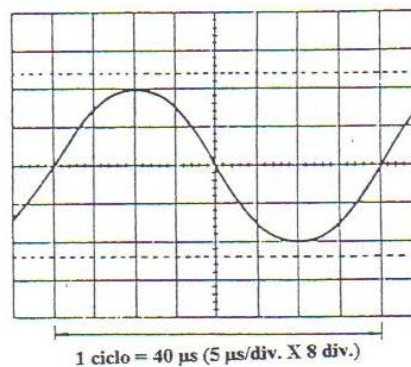

Figura 4.6
1. Se ajusta los controles del osciloscopio para observar un ciclo de la onda (ver figura 4.6)
En el ejemplo mostrado en la figura 4.6, un período de $40 \mu\text{s}$ es observado. Sustituyendo este valor en la ecuación anterior se tiene: